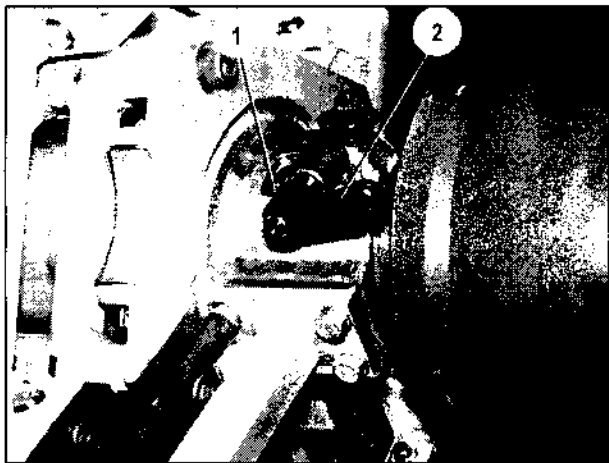

Bild 119
49. Knebelschraube (Bild 119/2) am Mastaufsatz lösen, Mastaufsatz drehen und aus dem Mastteil VI herausziehen.